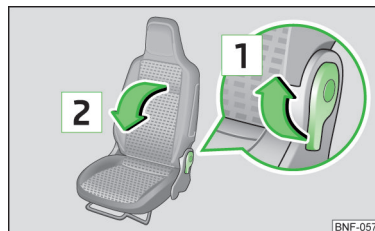

Fig. 49
- Træk grebet i pilens retning **1** » Fig. 49.